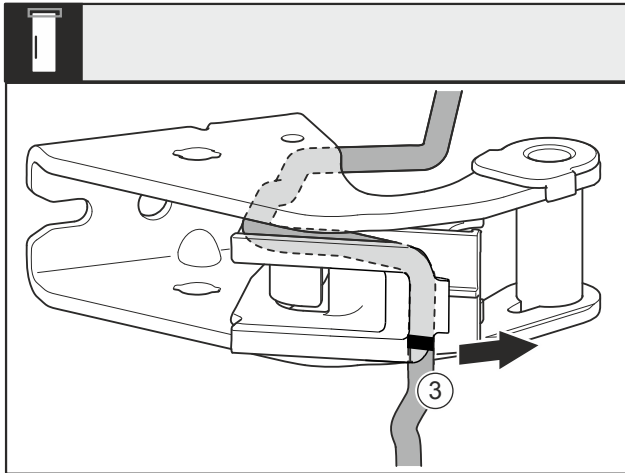

Fig. 16
- Çmontoni kabllon bashkë me mbajtësen e kabllos Fig. 16 (3) nga bazamenti mbështetës.